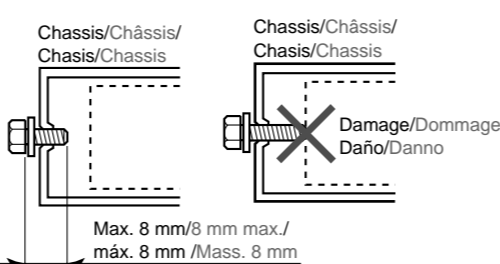

Figure 3 / Figure 3 / Figura 3 / Figura 3
- Use the included screws for installation. Using other screws can result in damage. (Figure 3)
- Utilisez les vis fournies pour l'installation. L'utilisation d'autres vis risque d'entraîner des dommages. (Figure 3)